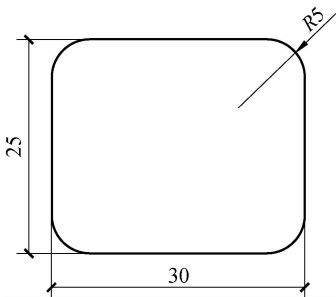

图 3-8 圆角矩形
(3)圆角(F):用于绘制一个带有圆角的矩形。例如,绘制如图 3-8 所示的矩形。